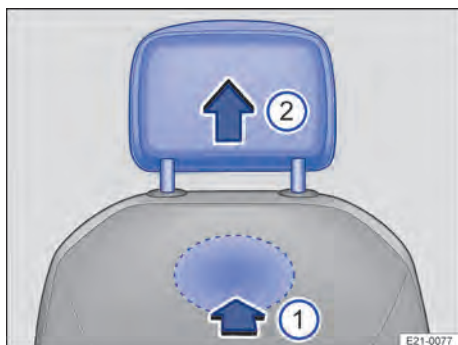

Fig. 77 Au dos des sièges avant : dépose de l'appuie-tête
2. Pour déverrouiller l'appuie-tête, tâchez dans l'évidement à l'arrière du dossier de siège dans la zone repérée et enfoncez avec le doigt dans le sens de la flèche → fig. 77 ①.
3. Pour les sièges avec rangement dans le dossier de siège, introduisez un objet allongé dans le trou présent dans la partie supérieure pour appuyer sous la bande en caoutchouc du rangement → ①.
4. Retirez complètement l'appuie-tête dans le sens de la flèche → fig. 77 ②.